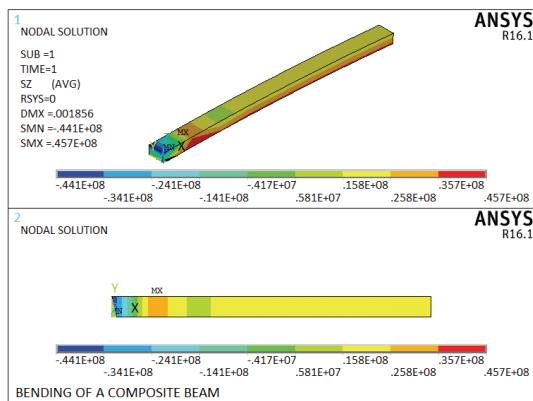

图 6-103 Z 方向应力场等值线图
6) 选择 Main Menu | General Postproc | Plot Results | Contour Plot | Nodal Solu 命令, 出现 Contour Nodal Solution Data 对话框, 选择 Nodal Solution | Stress | Z-Component of stress, 单击 OK 按钮, ANSYS 显示窗口显示 Z 方向应力场等值线图, 如图 6-103 所示, 单击 OK 按钮关闭该对话框。